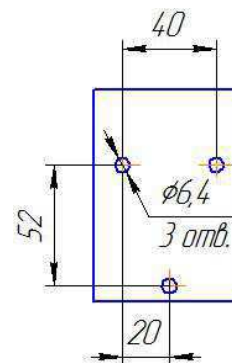

Рис.2
4.8 Схему расположения отверстий крепления на стене кронштейна поста газоразборного модели ПГУ-30РТ / ПГАр-40РТ см.рис.2.